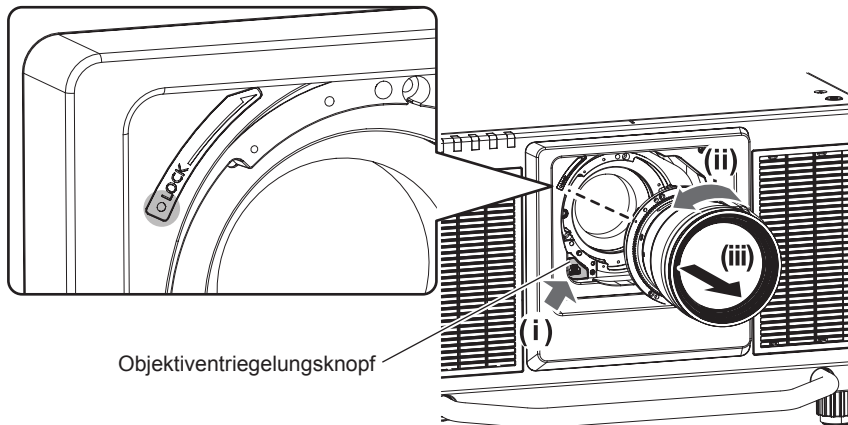

Abb. 1
- 2) **Entfernen Sie das Projektionsobjektiv, indem Sie es gegen den Uhrzeigersinn drehen, während Sie die Objektivriegelungstaste drücken. (Abb. 1)**